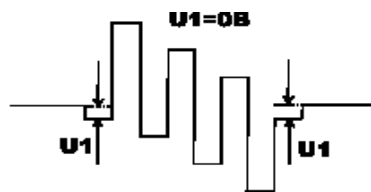

Рис. 4
- подстроечным резистором VR301 добейтесь формы сигнала, показанной на рис. 4.